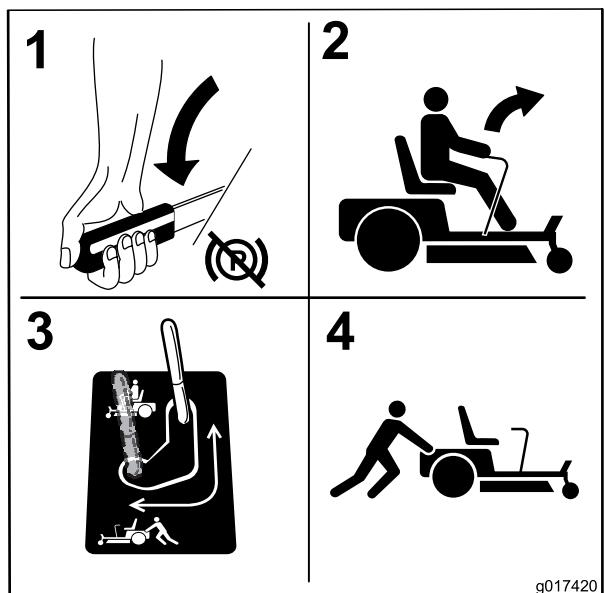

図 28
- 図28のようにバイパスレバーを後ろに引いてロック位置にセットすると機体を牽引できるようになる。上記の作業を機体の左右それぞれについて行う。
- 牽引後にマシンを通常状態に戻すには、バイパスレバーを前位置に戻す図28。